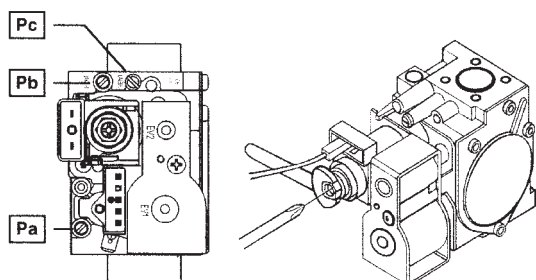

Рис. 10
- Открутить винт на штуцере (Pb, рис. 10) и присоединить к штуцеру (Pb) манометр.
- Проверить динамическое входное давление газа (штуцер Pb, рис. 10). Номинальные давления: **20 мбар** для природного газа, **37 мбар** для пропана.
- Открутить винт на штуцере Pa (рис. 10) и присоединить к штуцеру Pa манометр.